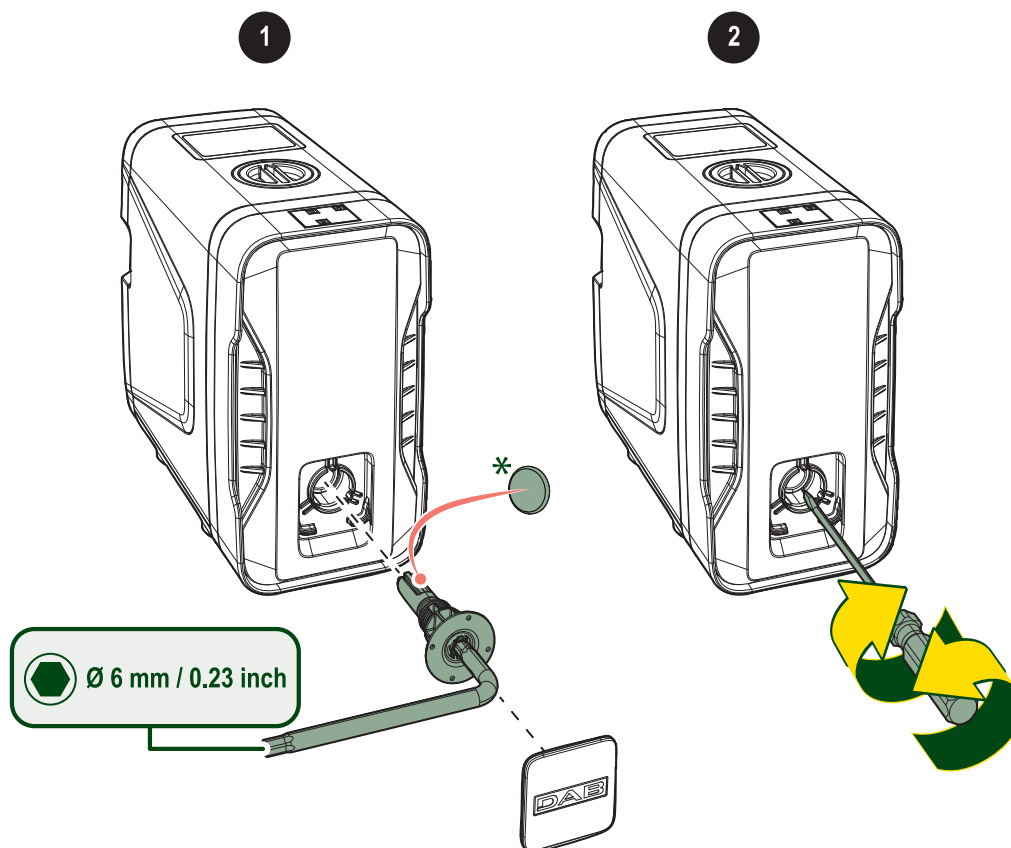

Fig. 21 Acces arbore motor
- scoateți capacul de acces la arbore cu o cheie imbus de 6 mm (vezi Fig. 21 Acces arbore motor);